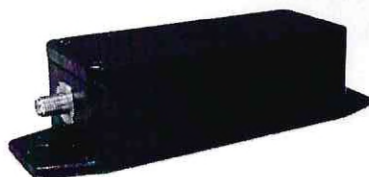

Рисунок 2
2.2.2 Зарядите встроенные аккумуляторы РС следующим образом: подключите кабель питания и включения к соединителю гарнитуры, рисунок 2, и к сетевому адаптеру.